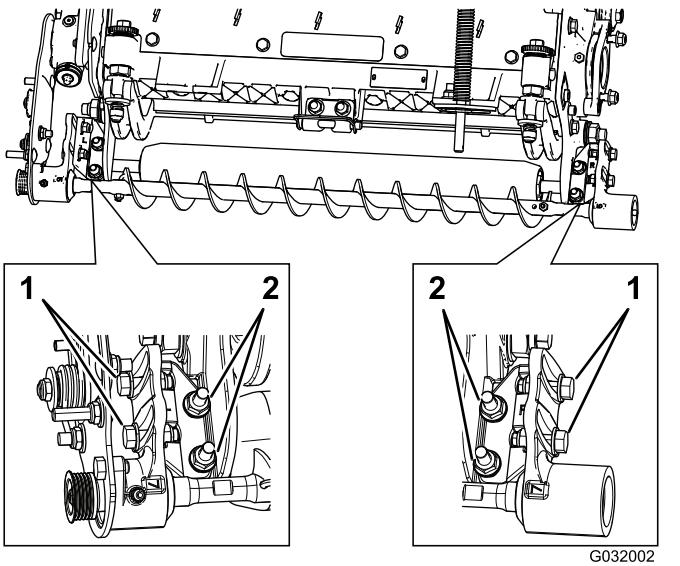

図 11
- ローラブラシ取り付けブラケットをカッティングユニットのサイドプレートに固定しているフランジナット2個をゆるめる図11。
- ブラシプレートがカッティングユニットユニットのサイドプレートに平行になるまでローラブラシベアリングハウジングを回転させる図11。
- ローラブラシ取り付けブラケットをカッティングユニットのサイドプレートに固定しているフランジナット2個を締め込む図11。
- 各ローラブラシベアリングハウジングをローラブラシ取り付けブラケットに固定しているボルト2本をゆるめる図11。